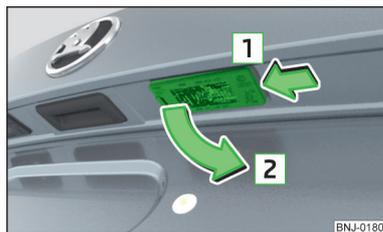

Fig. 216
- Pressionar a lâmpada no sentido da seta [1] » Fig. 216 para dentro até esta estiver solta.